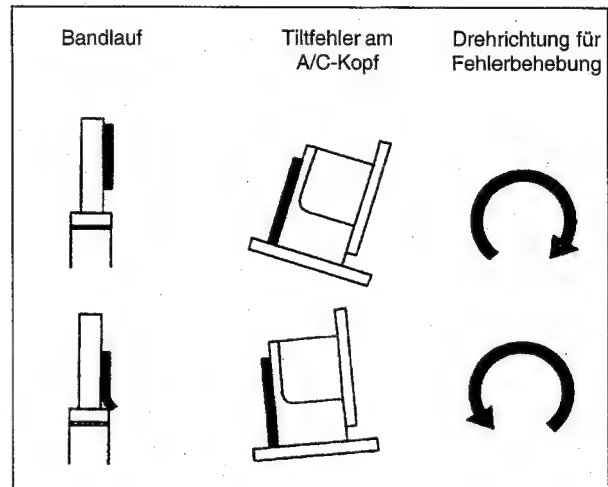

Abb. M14
- Mit Hilfe der Tiltjustierschraube untere Bandkante knapp bis an den unteren Ansatz der Bandführung A1 bringen (siehe Abb. M14); das Band darf nicht gegen diesen Ansatz gedrückt oder verzogen werden.